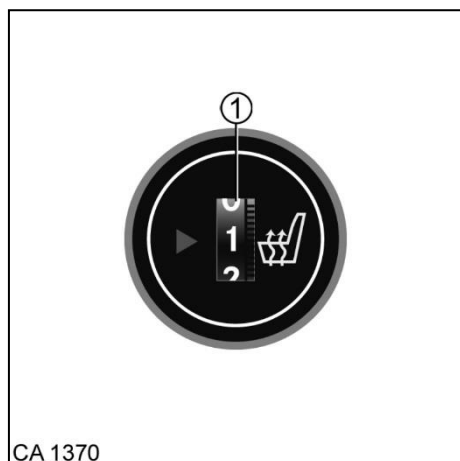

Fig. 16 Chauffage de siège
1. Régler le thermostat (Fig. 16/1) sur la puissance de chauffage souhaitée.